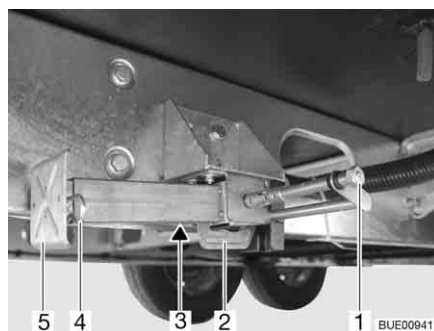

Fig. 21 Vérin stabilisateur
- Placer la clé à pipe sur l'écrou à six pans (Fig. 21,1) et tourner jusqu'à ce que le vérin stabilisateur soit en position verticale vers le bas.
- Lorsque la longueur des vérins stabilisateurs est réglable, faire sortir la goupille (Fig. 21,4) de la rallonge du pied d'appui (Fig. 21,5).
- Placer la clé à pipe sur l'écrou à six pans (Fig. 21,1) et tourner jusqu'à ce que le vérin stabilisateur se dégage du sol.
- Rentrer complètement la rallonge du pied d'appui (Fig. 21,5) et insérer la goupille (Fig. 21,4) dans le trou prévu à cet effet.
- Tourner l'écrou à six pans (Fig. 21,1) jusqu'à ce que les vérins stabilisateurs soient pivotés vers le haut et que la glissière (Fig. 21,2) soit arrivée complètement à l'extrémité de la fente (Fig. 21,3).